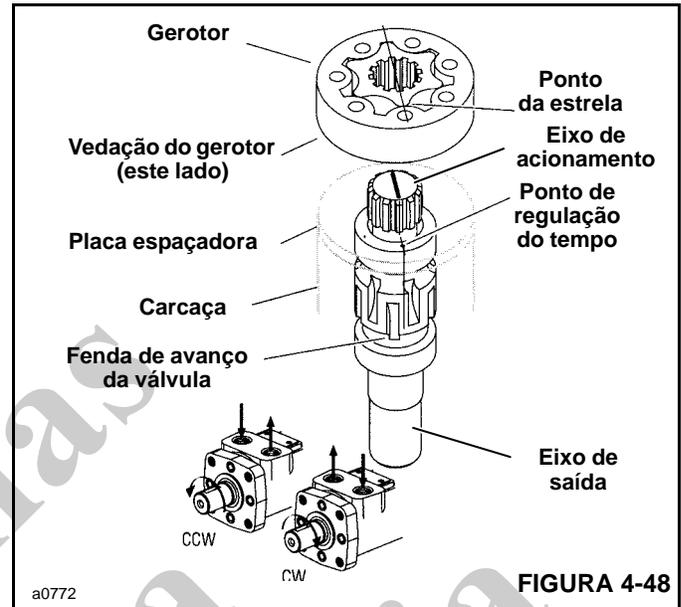

FIGURA 4-48
15. Instale o eixo de acionamento (14, Figura 4-39). Use uma caneta com ponta de feltro para marcar um dente de acionamento. Alinhe essa marca ao ponto de sincronização no eixo de saída (Figura 4-48).
17. Instale a vedação 13 no canal da vedação do gerotor. Posicione com cuidado o gerotor na placa espaçadora, com o lado da vedação voltado para a placa espaçadora. Alinhe qualquer ponto da estrela com o dente marcado no eixo de acionamento (Figura 4-48).